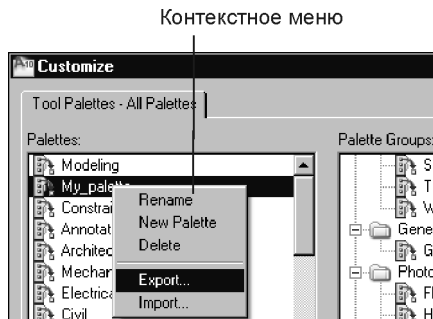

Рис. 2.15. Вызов диалогового окна для настройки сохранения инструментальной палитры
2. Перейдите в левое поле **Palettes** (Палитры) этого окна, выберите сохраняемую палитру, щелкните на ней правой кнопкой мыши, а затем выберите из появившегося контекстного меню пункт **Export** (Экспорт) (рис. 2.15).